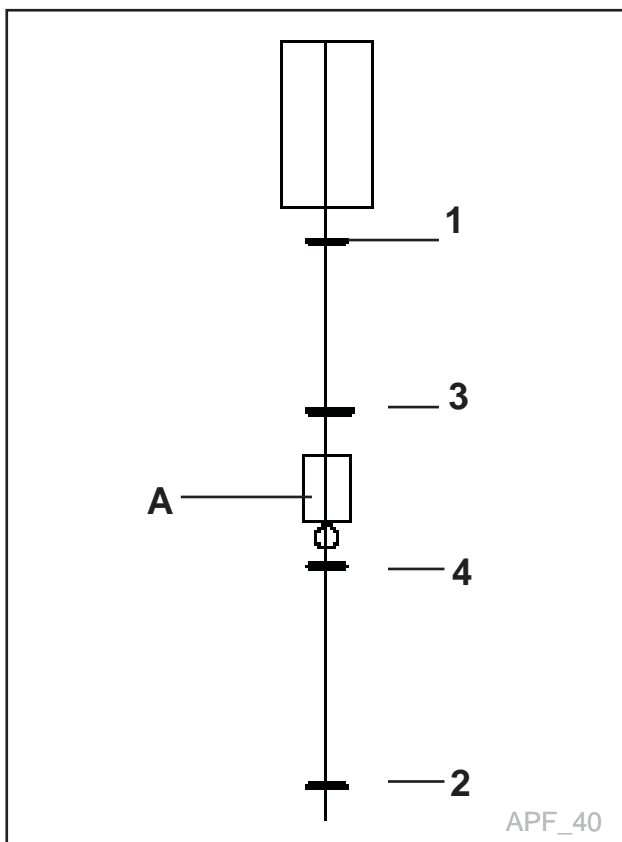

Abb. 55
- **3 og 4** Montage des Rücksteller-Anschlags in Zusammenhang mit Futterluke oder Kraftfuttereinlauf. **Se Abb. 55**
Damit der Wagen als automatische Einheit funktionieren kann, sind mehrere Ausrüstungsteile für die Laufkatzen des Wagens erforderlich. **Vgl. Abb. 55**